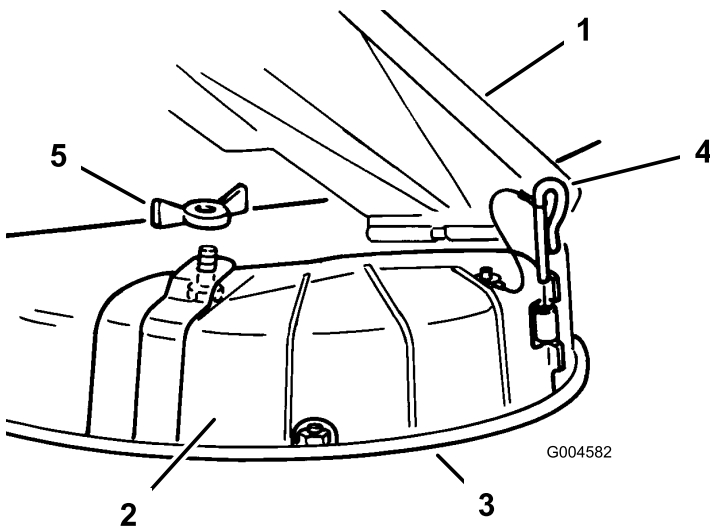

Figura 24
3. Togliete il dado ad alette e il bullone di posizionamento del coperchio (Figura 24). Conservate tutte le parti per il successivo utilizzo.
4. Rimuovete il perno della cerniera che fissa il coperchio al piatto (Figura 24).
3. Sollevate il deflettore di sfalcio, posizionate il coperchio di scarico sull'apertura del bordo inferiore dell'apparato di taglio ed inseritelo sulla parte anteriore della cerniera (Figura 24).
4. Fate scorrere il perno di cerniera sulla cerniera (Figura 24).
5. Fissate il coperchio di scarico al tosaerba con il dado ad alette (Figura 24).